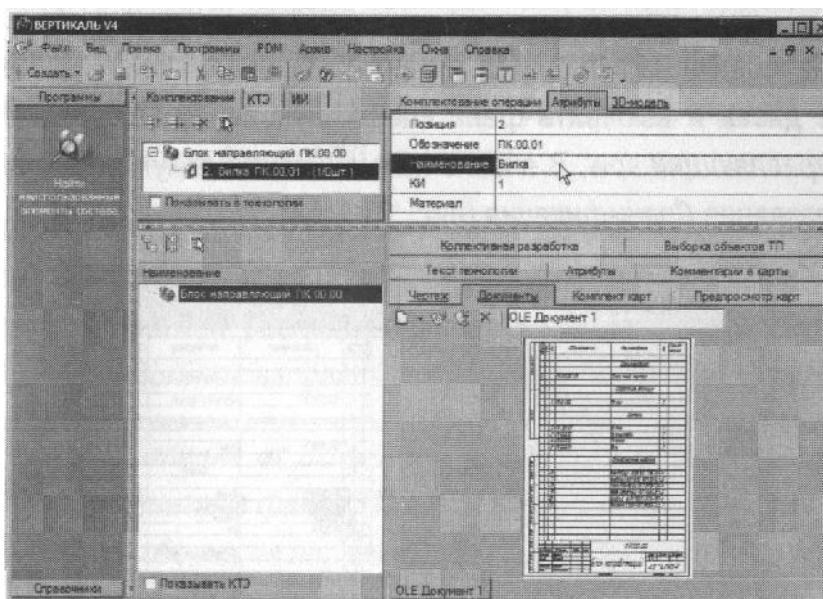

Рисунок 103
10. Установите курсор на вновь появившийся элемент и перейдите на вкладку **Атрибуты** в окне справа. Заполните ячейки вкладки так, как показано на рис. 103.